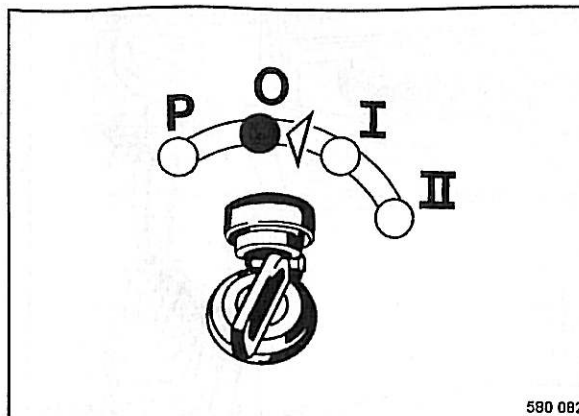

Fig. 50
- Colocar el interruptor de encendido y arranque (Fig. 50) en posición "0" ó "P" y extraer la llave de encendido.